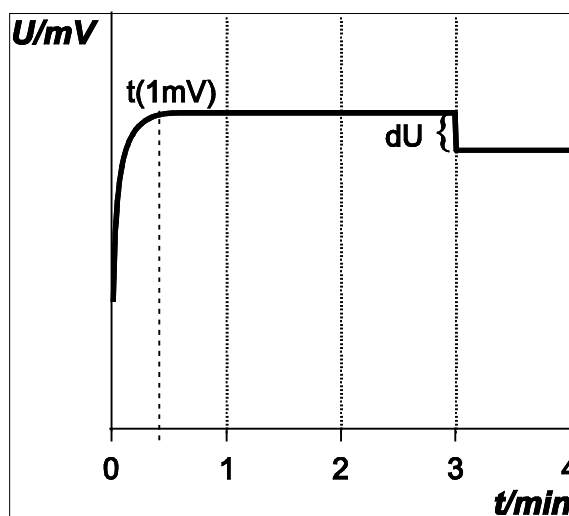

Fig. 14: Diagrama de los cambios en el potencial durante un test del electrodo
- Un potencial de **flujo correcto del electrolito interno** causa sólo una caída mínima de tensión al desconectar el agitador (véase Fig. 14). Si la caída es demasiado grande, esto indica que hay una salida de flujo demasiado baja - el diafragma está obturado. Si se constata un aumento de tensión, el flujo es demasiado grande y debe ser corregido.